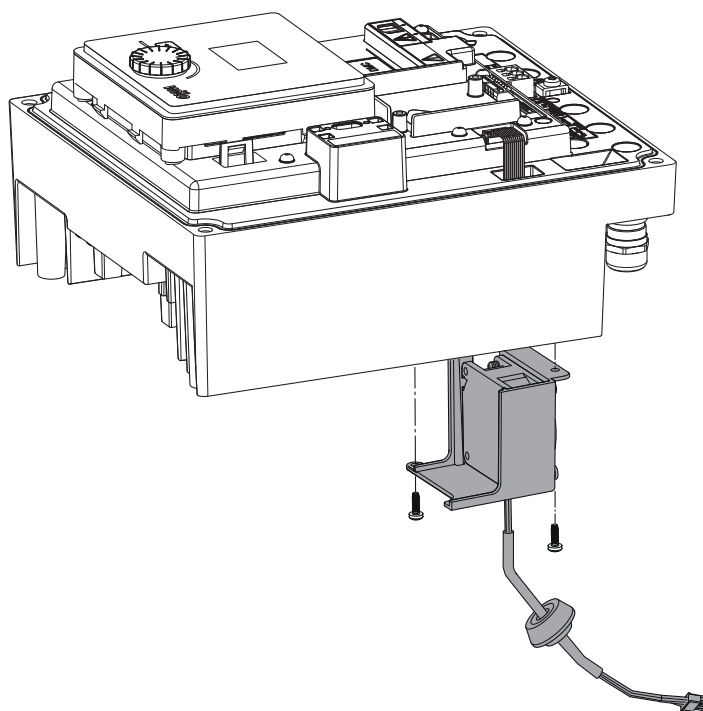

Fig. 48: Zdjąć wentylator modułu wraz z kablem i gumową uszczelką
- Zdjąć wentylator modułu i odłączyć kabel z gumową uszczelką od dolnej części modułu (Fig. 48).